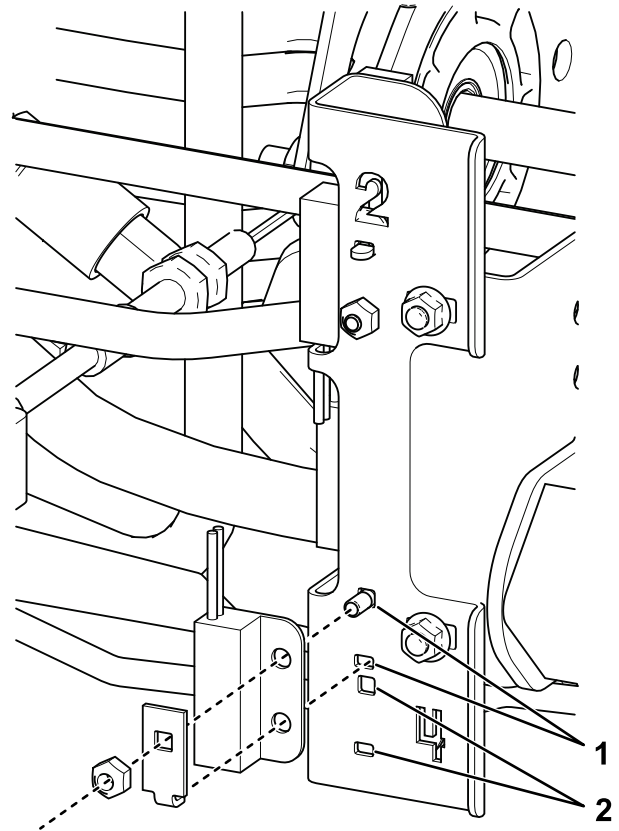

图 32
3. 将接近开关总成安装到 H 框架总成上（图 32）。
4. 根据打孔深度，将 4 号接近开关安装到所需位置（如 图 32 中所示）。